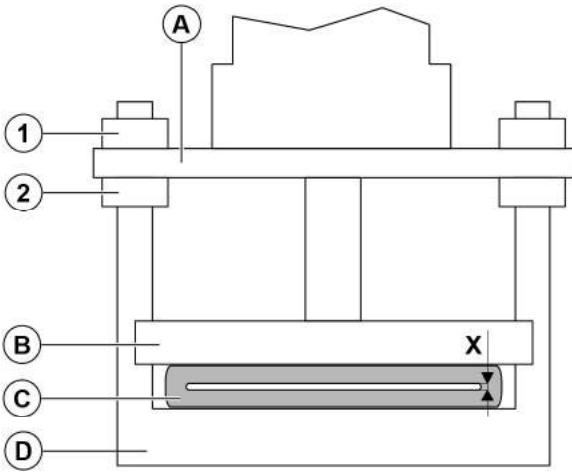
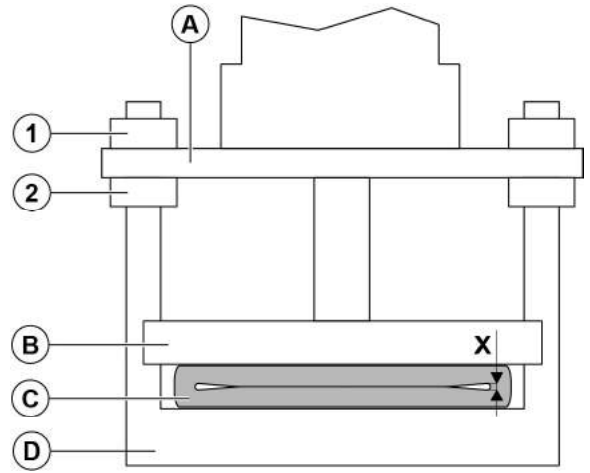

图16.
图17.
10. 使用执行机构固定板两侧的螺母（Figure 16，螺母1和2）调整夹紧杆，以使其相互平行。从阀套的一端，可以在阀套的整个压紧部位或两侧对称部位看到一条均匀、狭窄的光带（Figure 16和Figure 17，尺寸X）。
如果阀门采用手轮操作，检查并确认夹紧杆相互平行即可，光带如图（Figure 16和Figure 17，尺寸X）所示。